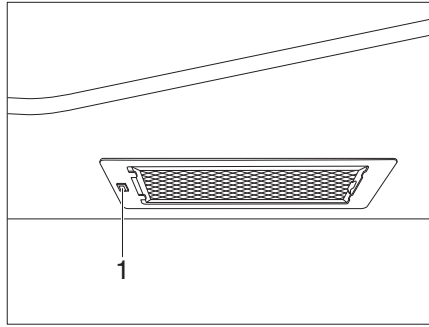

Bild 319 Dunstabzug
- Den Dunstabzug mit dem Schalter (Bild 319,1) ein- und ausschalten.